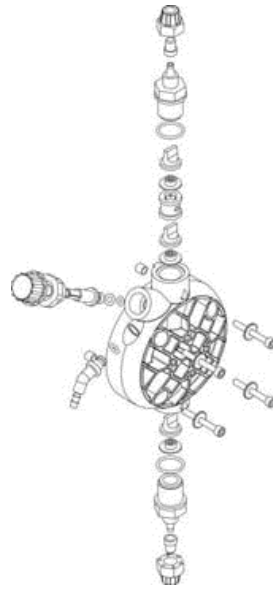

Fig. 11
3. Eliminare dal corpo pompa tutto il liquido presente, smontando e rimontando il corpo pompa utilizzando le quattro viti di fissaggio (Fig. 11).
2. Controllare almeno ogni 6 mesi il funzionamento della pompa, la tenuta delle viti e delle guarnizioni, per liquidi particolarmente aggressivi effettuare controlli anche più frequenti, controllare in particolare la concentrazione dell'additivo nell'impianto; una riduzione di tale concentrazione potrebbe essere determinata dalla usura delle valvole (che in tal caso vanno sostituite facendo attenzione nel rimontarle come in Fig. 11) o dall'intasamento del filtro che va pulito come al successivo punto 3.
Per effettuare questa operazione, se l'apparecchiatura non è fissata all'impianto si può farla pulsare per pochi secondi (15-30) tenendola capovolta e senza tubetti collegati ai raccordi, se ciò è impossibile smontare e rimontare il corpo pompa (Fig. 11), utilizzando le quattro viti di fissaggio.